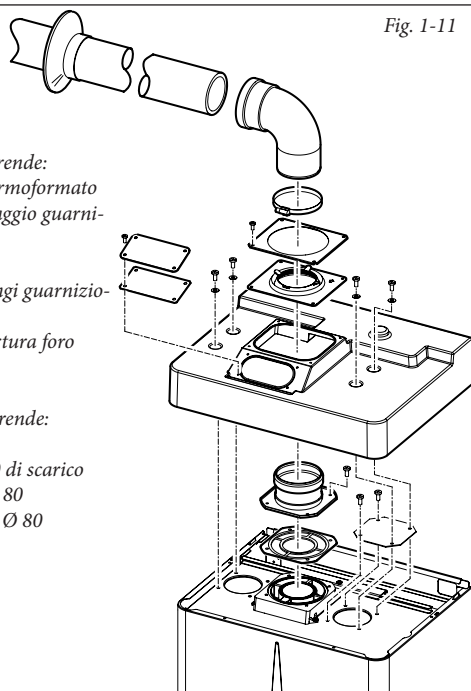

Fig. 1-11
- **Montaggio kit copertura (Fig. 1-11).** Smontare dai fori laterali rispetto a quello centrale i due tappi e le guarnizioni presenti, quindi coprire il foro di aspirazione destro con l'apposita piastra fissandola sul lato sinistro con 2 delle viti in dotazione. Installare la flangia Ø 80 di scarico sul foro più interno della caldaia interponendo la guarnizione presente nel kit e serrare con le viti in dotazione. Installare la copertura superiore fissandola con 4 viti presenti nel kit interponendo le relative guarnizioni. Innestare la curva 90° Ø 80 con lato maschio (liscio), nel lato femmina (con guarnizioni a labbro) della flangia Ø 80 sino a portarla in battuta, infilare la guarnizione facendola scorrere lungo la curva, fissarla tramite la piastra in lamiera e stringere mediante la fascetta presente nel kit facendo attenzione a fermare le 4 linguette della guarnizione. Innestare il tubo di scarico con lato maschio (liscio), nel lato femmina della curva 90° Ø 80, accertandosi di avere già inserito il relativo rosone, in questo modo si otterrà la tenuta e la giunzione degli elementi che compongono il kit.